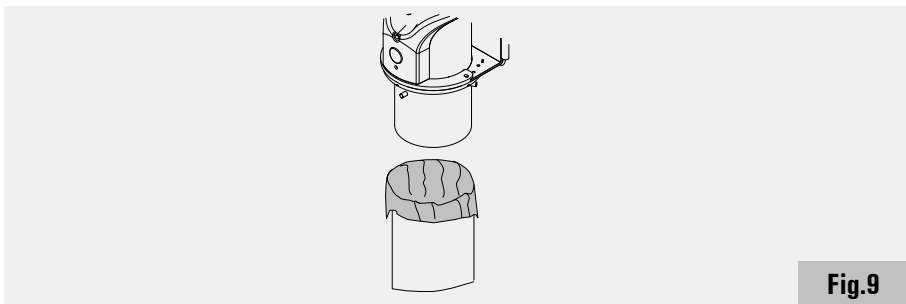

Fig.9
**Suggerimento:** per ridurre al minimo le operazioni di pulizia suggeriamo di posizionare un sacchetto di plastica all'interno del tubo raccoglitore ripiegando l'orlo del sacchetto sopra e all'esterno del tubo (vedi Fig. 9). Utilizzando questo sistema, una volta riempito il tubo si potrà gettare direttamente gli scarti nei contenitori per rifiuti umidi.